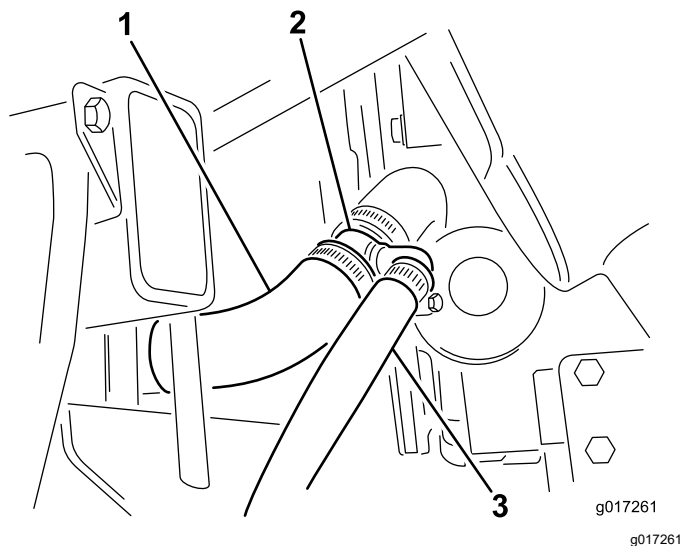

図 25
8. T-字フィッティングを取り付けるバーブ鋸歯を 図 25 のように下に向けること。